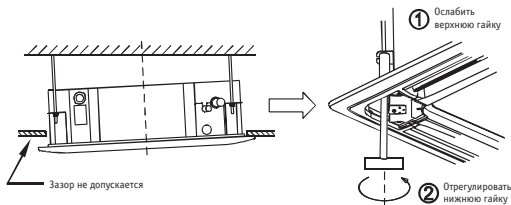

Рис. 15
- Если после затяжки винтов остался зазор между панелью и потолком, следует заново отрегулировать высоту расположения блока. (См. рис. 15, левый)